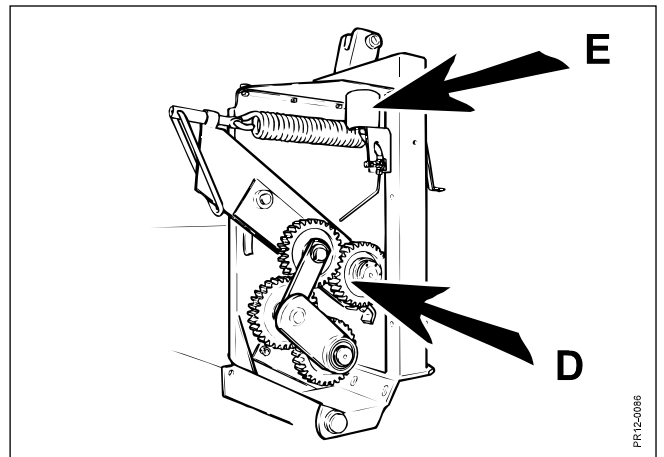

Fig. 5-18
- Fig. 5-18** Valsernes tandhjulstræk **D** smøres ved drypsmøring. Oliebeholderen **E** fyldes med kædesaveolie. Der efterfyldes ca. hver 20. driftstime (0,5 liter). Iagttag, at der ikke kommer snavs i beholderen, der kan tilstoppe olietilførslen.